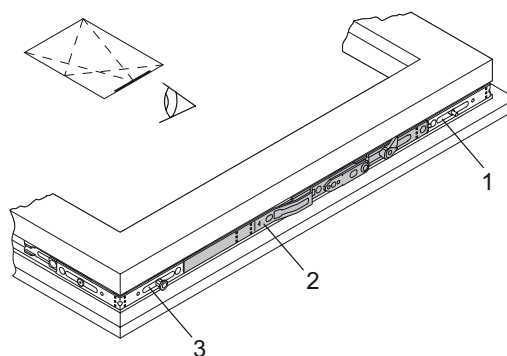

Рис. 7: Верхняя шина OS
13. Монтаж верхней шины OS2 или OS1.600 (Рис. 7).